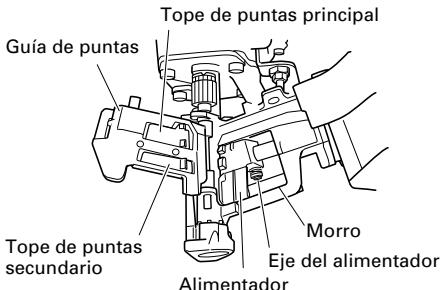

Fig. 14
- (2) Abra la guía de clavos y elimine el polvo, etc., de la manera mostrada en la Fig. 14. Aplique lubricante en la ranura deslizante del alimentador y el eje alimentador. Empuje con el dedo el tope clavos principal y el tope clavos secundario para comprobar que se deslizan suavemente.